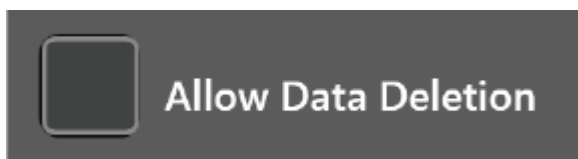

Рисунок 23. Флажок «Разрешить удаление данных»
3. Установите флажок в поле **Allow Data Deletion** («Разрешить удаление данных») (рисунок 23) и нажмите **Close** («Закрыть»).